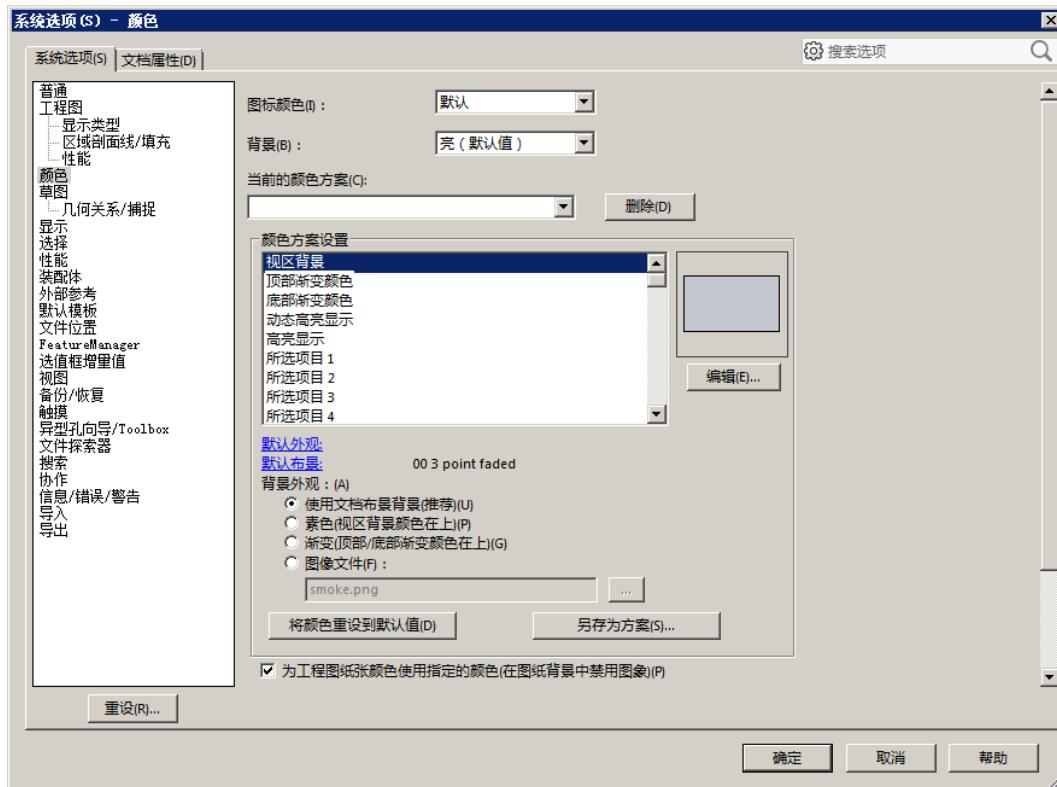

图 3.5.2 “系统选项 (S) - 颜色”对话框
在“系统选项 (S) - 普通”对话框中的左侧选择 颜色 (图 3.5.2)，在 颜色方案设置 区域可以设置 SolidWorks 环境中的颜色。单击“系统选项 (S) - 颜色”对话框中的 另存为方案 (S)... 按钮，可以保存设置的颜色方案。